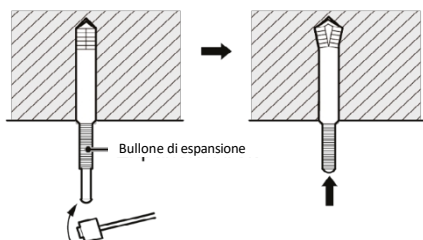

Fig. 4
- (2) Inserire il bullone ad espansione M10 nel foro, quindi inserire il chiodo nel bullone, come illustrato in Fig. 4.